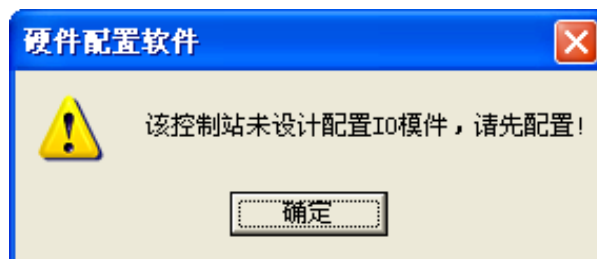
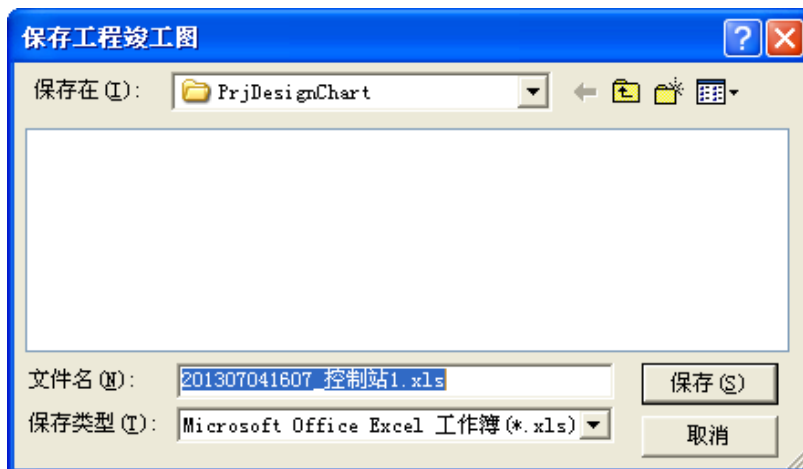

图 4-38 未配置 IO 模块
图 4-39 选择导出路径
在硬件配置软件的导航栏中，选中所需要导出控制站点的根目录项，单击鼠标右键，选择“导出工程竣工图”，或者点击工具栏中的“”导出工程竣工图按钮。当该站点没有配置 IO 模块时，弹出如图 4-38 所示的提示框，要求先配置好 IO 模块；当该站点配置好了 IO 模块并导出成功后弹出如图 4-39 所示对话框，选择导出文件的保存路径和文件名称，文件只能保存成 EXCEL 格式。点击“保存”按钮，弹出如图 4-40 所示，提示文件导出成功，若要打开竣工图，则点击该弹出的提示框的“是 (Y)”按钮，即可打开竣工图。或者根据提示路径也可找到导出的 EXCEL 文件。